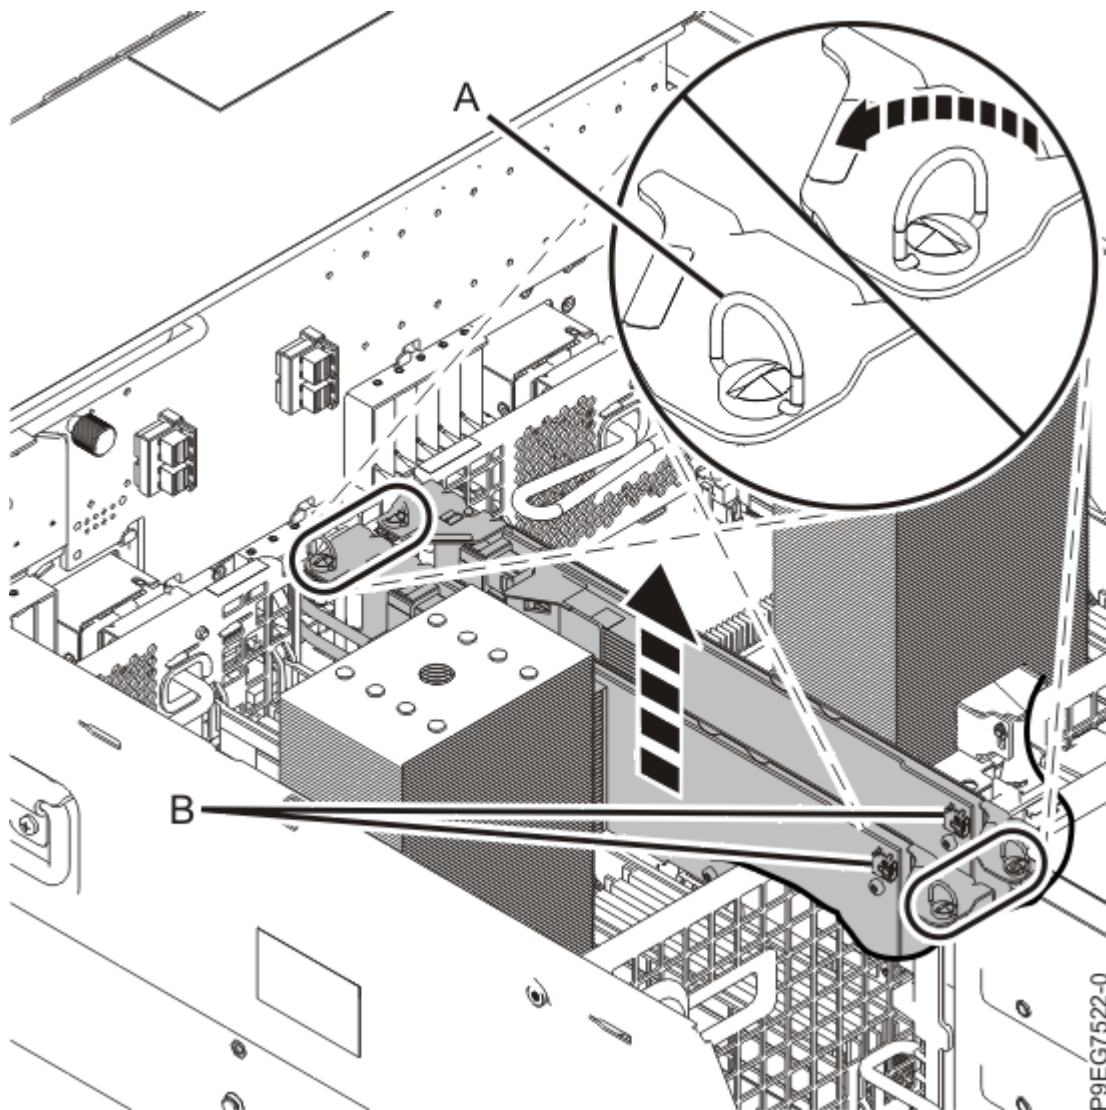

図 32. SAS RAID アダプターの取り外し
7. 前面 SAS ケーブルは、この SAS RAID アダプターに接続したままにします。ねじ (A) を反時計方向に回転して、SAS RAID アダプターを解放します。SAS RAID アダプターと前面 SAS ケーブルの両方を持ち上げて、スロットから外します。SAS RAID アダプターをスロットから持ち上げる際に、前面 SAS ケーブルがどのコンポーネントとも引っ掛かっていないことを確認します。38 ページの図 32 を参照してください。